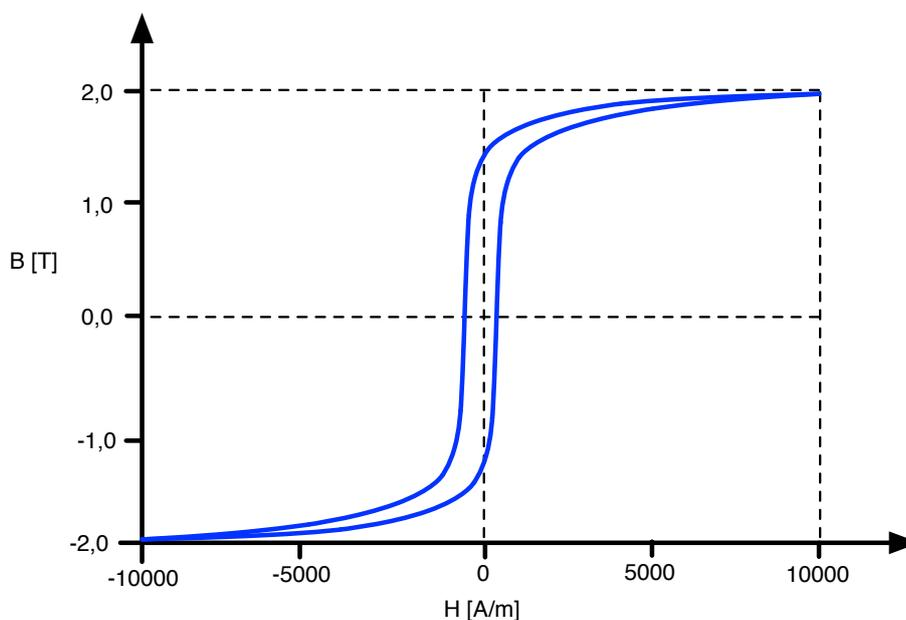

Figura 7 – Curva $B \times H$ (histerese) de um material magnético.
O comportamento da curva $B \times H$ de um material é mostrado na Figura 7. Esta curva é conhecida como curva de histerese, pois mostra que a curva de magnetização e desmagnetização do material são diferentes. Isso ocorre porque ao diminuir a corrente elétrica (força magnética H), os domínios devem ficar desorientados, ou seja, orientados de maneira aleatória; no entanto, alguns domínios permanecem orientados, fazendo com que mesmo com corrente zero (força H nula), o campo (B) resultante não seja zero, denotando a presença de magnetismo residual ou remanescente. Assim, a curva $B \times H$ forma um laço, chamado de laço de histerese, e representa a energia necessária para orientar e desorientar os domínios magnéticos.
Em comparação com a curva da Figura 7, o ar tem a curva na forma de reta, sem apresentar o efeito de saturação e de magnetismo residual.